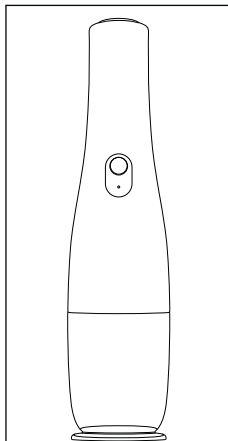

Fig. 5
6. Para guardarlo, pose el aparato sobre la tapa de cierre **1**, que también puede utilizarse como base (consulte la fig. 5).